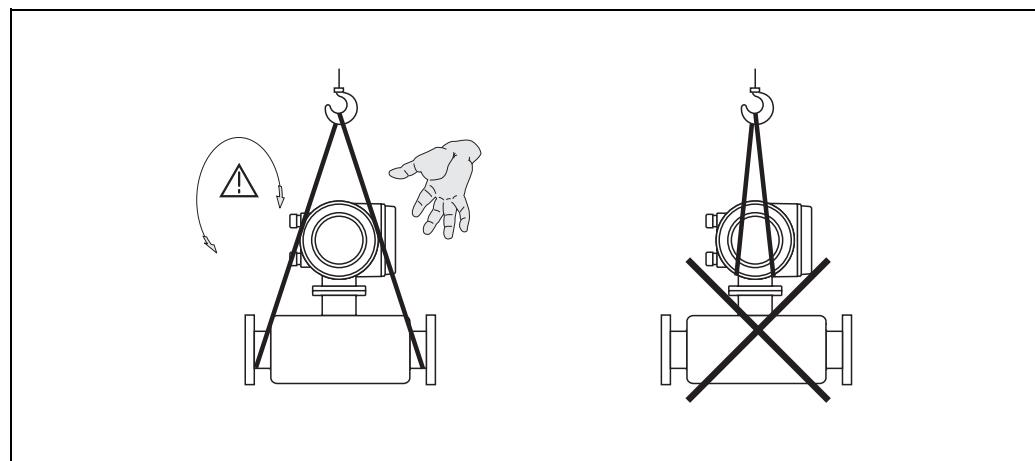

图 4: 大于 DN 40 (1 1/2") 的传感器的运输说明
- 在分体型仪表 (→ **图 4**) 中, 请勿通过变送器外壳或连接外壳来提升标称直径大于 DN 40 (1 1/2") 的测量设备。使用吊索吊挂在两个过程连接上。请勿使用链条, 链条可能会损坏外壳。